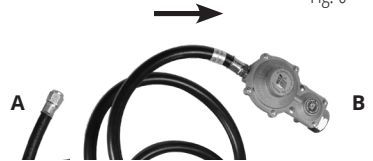

Fig. 6
4. Conecte el extremo de la manguera con el reductor al cilindro de gas (conecte el extremo **B** de la manguera al cilindro de gas, como se muestra en la Fig. 6).